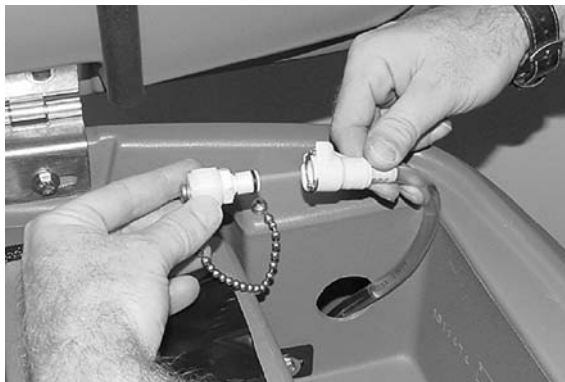

FIG. 11
- Lorsque vous n'utilisez pas le tuyau d'alimentation, veillez à le brancher sur le bouchon de stockage (Figure 11). Ceci permet d'éviter que le système de solution FaST sèche et obstrue le tuyau d'alimentation.